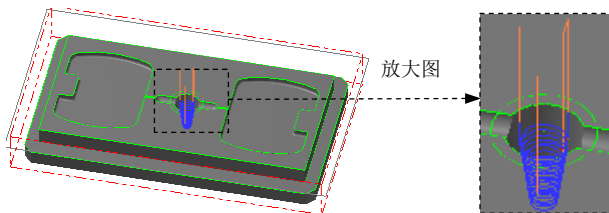

图 20.32 刀具路径
(1) 完成上步操作后，在“曲面粗加工等高外形”对话框的 **刀具路径参数** 选项卡的列表框中显示出 Step5 所选择的刀具，双击该刀具，系统弹出“定义刀具-机床群组-1”对话框。
(2) 设置刀具号码。在“定义刀具-机床群组-1”对话框的 **刀具号码** 文本框中，将原有的数值改为 4。
(3) 设置刀具的加工参数。单击“定义刀具-机床群组-1”对话框中的 **参数** 选项卡，在 **进给率** 文本框中输入值 200，在 **下刀速率** 文本框中输入值 100.0，在 **提刀速率** 文本框中输入值 500.0，在 **主轴转速** 文本框中输入值 1800.0。
(4) 设置冷却方式。在 **参数** 选项卡中单击 **Coolant...** 按钮，系统弹出“Coolant...”对话框，在 **Flood**（切削液）下拉列表中选择 **On** 选项。单击该对话框中的 **✓** 按钮，关闭“Coolant...”对话框。
Step10. 单击“曲面粗加工等高外形”对话框中的 **✓** 按钮，完成加工参数的设置，此时系统将自动生成图 20.32 所示的刀具路径。